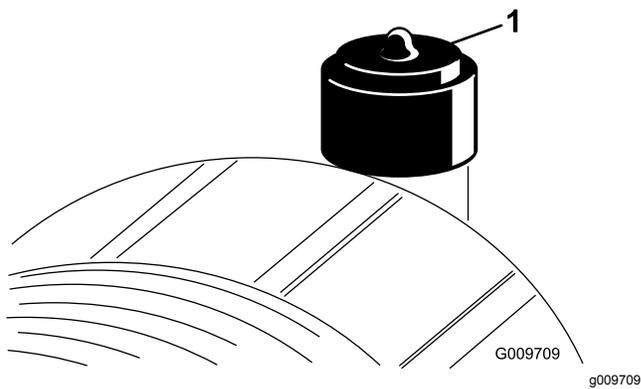

Рисунок 42
- Замените элемент воздухоочистителя, если индикатор воздухоочистителя загорелся красным цветом (Рисунок 42). Не допускайте излишней очистки элемента воздушного фильтра.